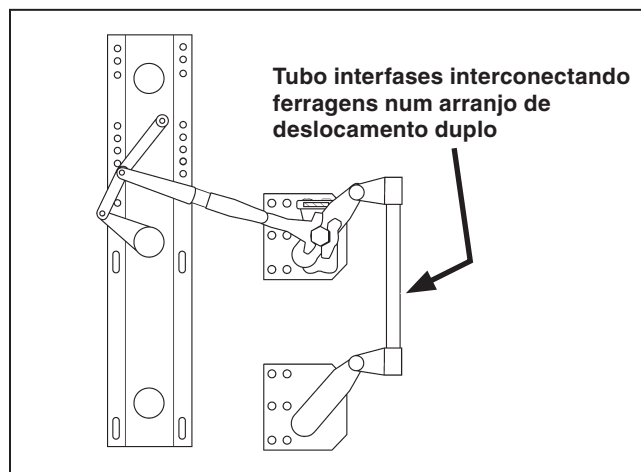

Figura 14. Tubo interconectando duas ferragens.
*Se duas ferragens de interligação forem usadas em um arranjo de deslocamento duplo, instale a seção de tubo para conectar estas ferragens. Ver Figura 14. Siga as instruções da seção “Instalação dos Acoplamentos dos Tubos” na página 13.*